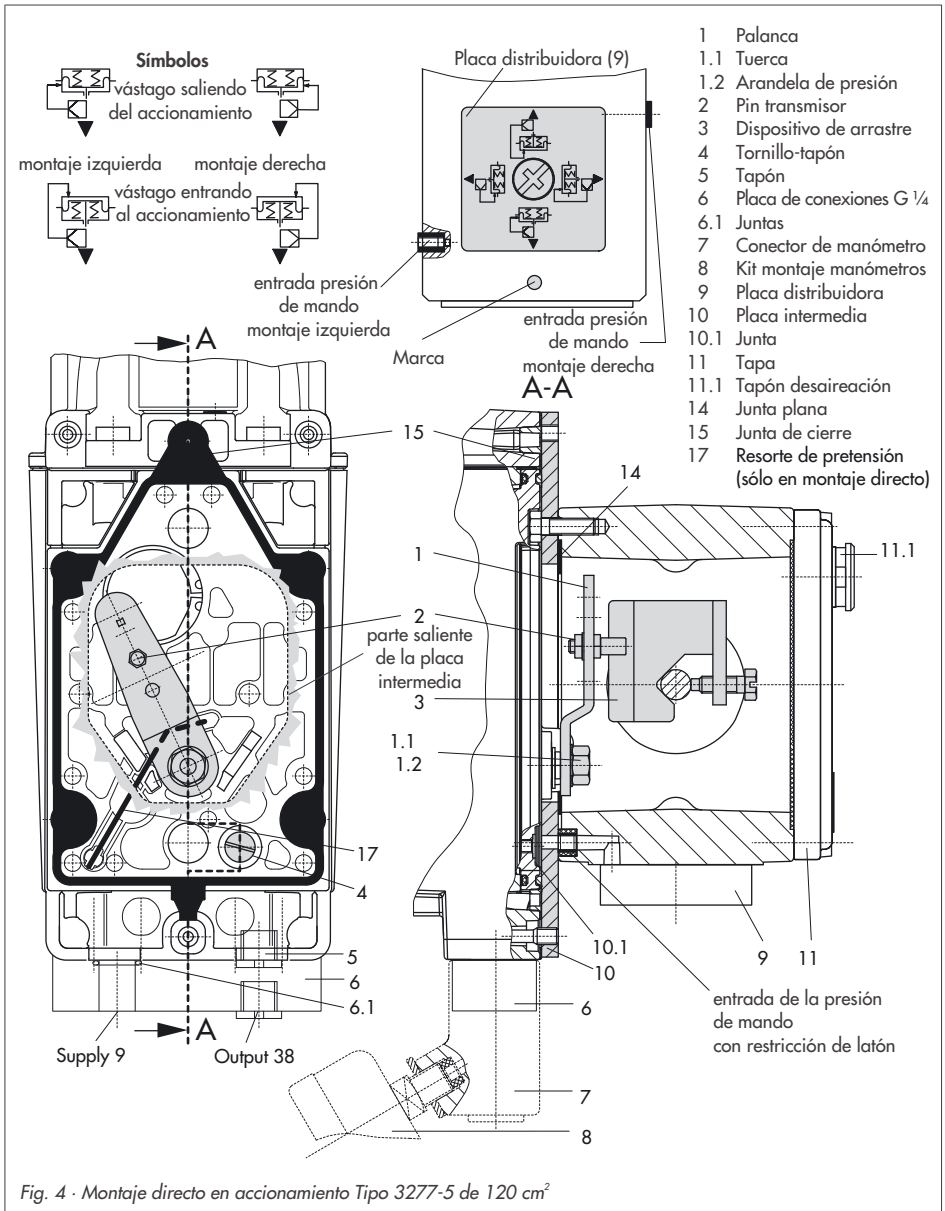

Fig. 4 - Montaje directo en accionamiento Tipo 3277-5 de 120 cm2
1. Determinar el símbolo que corresponde según la posición de seguridad requerida y la posición de montaje del posicionador, según fig. 4 "Símbolos":
2. Alinear el símbolo correspondiente de la placa distribuidora (9) con la marca y montarla en el puente del accionamiento.
3. Si es el caso, montar el conector para manómetro (7) con manómetros o si es necesaria una conexión roscada G 1/4, la placa de conexiones (6), teniendo en cuenta que ambas juntas (6.1) queden en su lugar.
4. Desatornillar el tornillo-tapón (4) de la cara posterior del posicionador y cerrar con el tapón (5) de los accesorios la salida de presión de mando "Output 38" de la placa de conexiones (6) o bien del conector para manómetro (7).
5. Colocar el dispositivo de arrastre (3) en el vástago del posicionador, alinearlos y fijarlo de forma que el tornillo de fijación esté bien alojado en el encaje del vástago.
7. Fijar la placa intermedia (10) con la parte saliente más estrecha (fig. 4 izquierda) hacia la conexión de la presión de mando, la junta plana (14) tiene que quedar del lado del puente del accionamiento.
8. **Carrera 15 mm:** el pin (2) de la palanca **M** (1) en la parte posterior del posicionador se deja en la posición **35** (estándar).
**Carrera 7,5 mm:** desatornillar el pin (2) colocado en la posición **35** y atornillarlo en la posición **25**.
9. Colocar la junta de cierre (15) en la ranura del posicionador, de forma que las cuatro boquillas de fijación se inserten sobre los tornillos de la caja y ambas boquillas de sujeción se inserten en los orificios de la caja.
10. Colocar el resorte de pretensión (17) por debajo de la palanca (1) a través de la guía e introducirlo en el orificio de la caja. Mover la palanca (1) hasta alcanzar el tope.